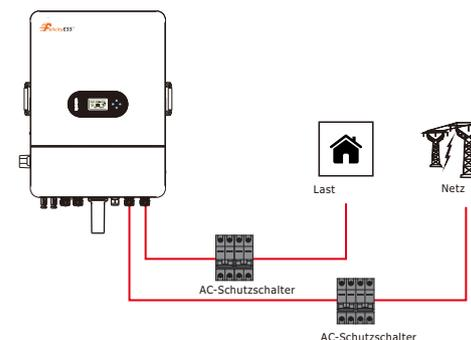

Abbildung 4.3-2 AC-Schutzschalteranschluss
1. Auf der AC-Seite sollte der einzelne Schutzschalter zwischen Wechselrichter und Netz sowie Lasten angeschlossen werden. Siehe Abbildung 4.3-2.